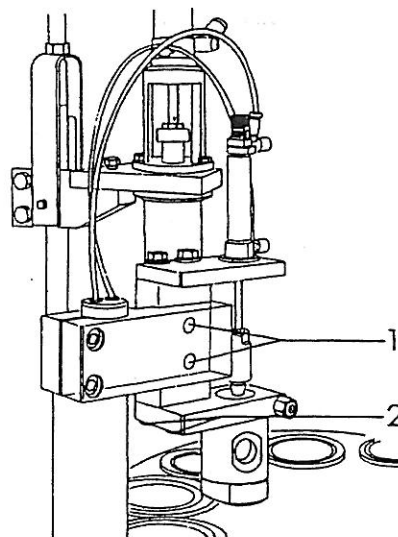

Fig.10.1.9
- Loosen screws 1 fig. 10.1.9;
- Loosen the four screws 2 fig. 10.1.9;